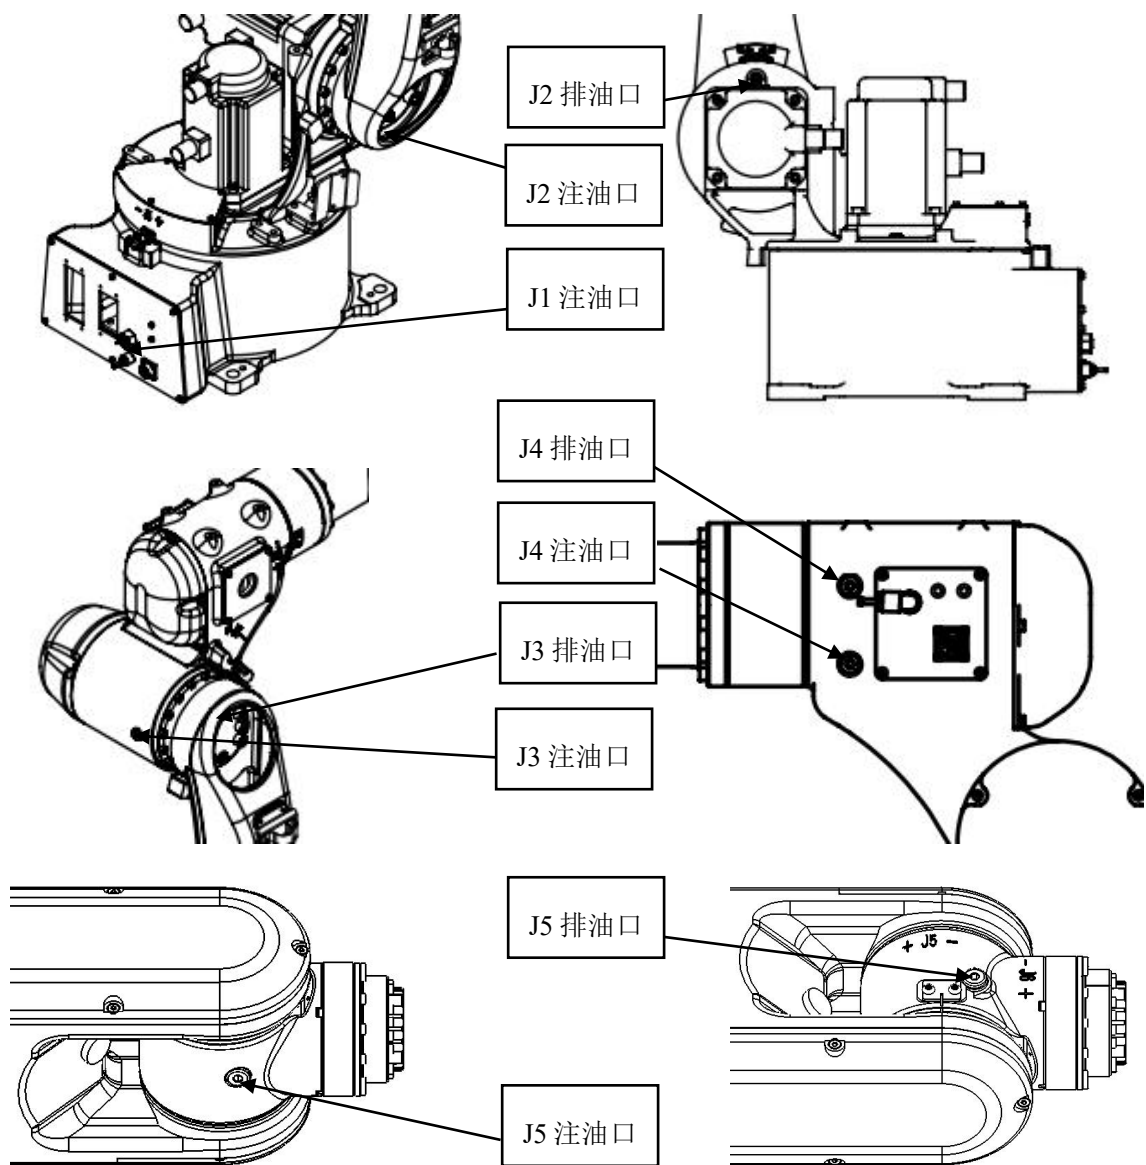

图 4-1 机器人注油口和排气口分布图
- 3) 拆下润滑油供、排油口的内六角螺塞 M10x1，见图 4-1